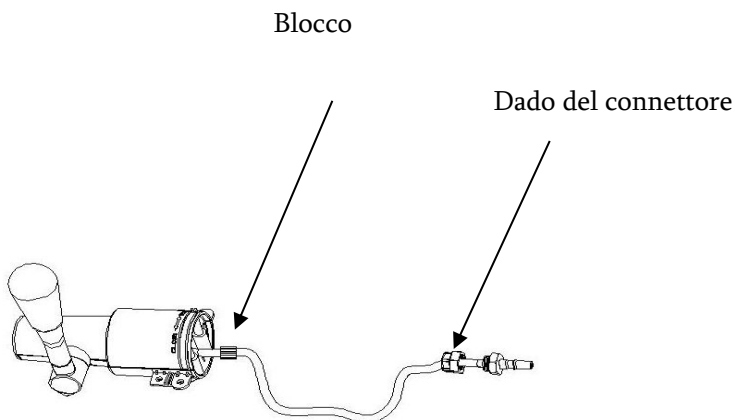

Figura 33
B. PER CAMBIARE IL TUBO BIRRA TUBE (come figura 33)